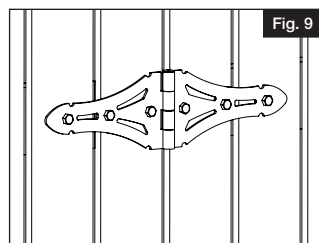

Fig. 9
- Fasten screws provided to post (Fig. 9).
- Fixer la charnière au poteau à l'aide des vis fournies (Fig. 9).
- Apriete los tornillos suministrados en el poste (Fig. 9).